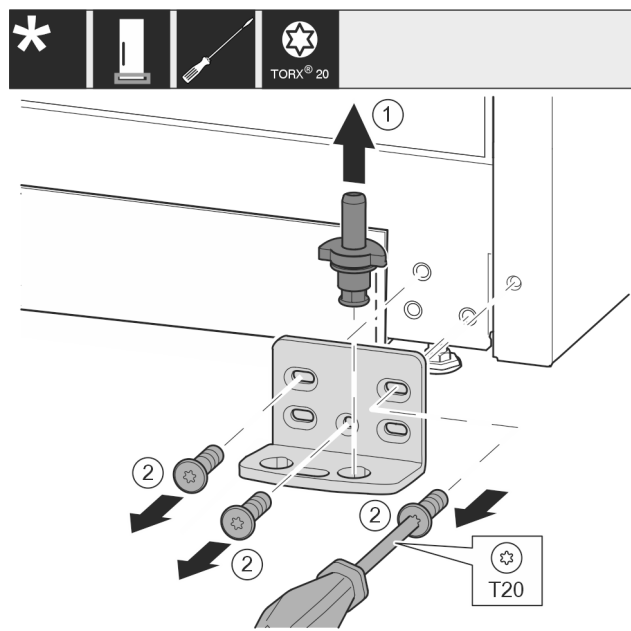

Fig. 29
- ▶ Izvucite svornjak ležaja Fig. 29 (1) potpuno prema gore.
- ▶ Odvijačem odvrnite vijke Fig. 29 (2) i skinite podložak ležaja.